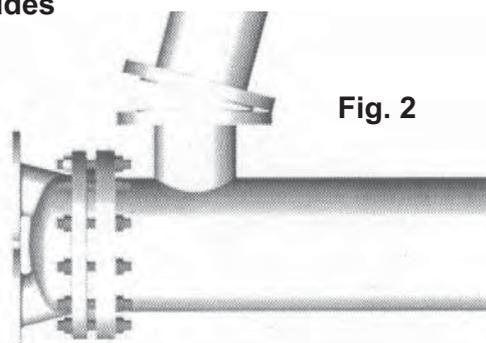

Fig. 2
2.4 Installez l'échangeur à niveau et à angle droit de façon que les raccords de canalisations puissent se faire sans forcer (voir figure 2).